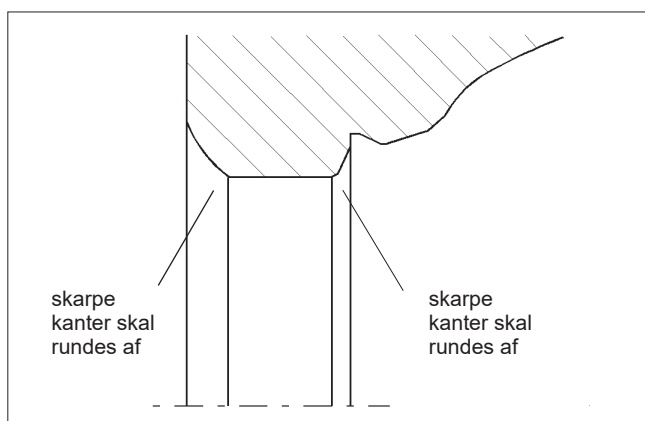
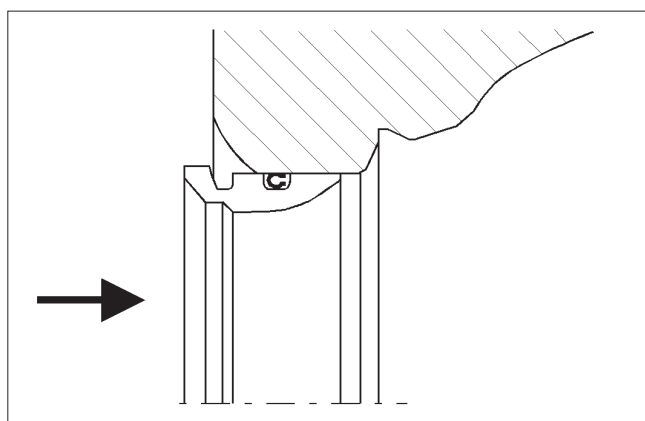

Fig. 25 Afrunding af de skarpe kanter
Fig. 26 Forkompression af kanttætningen
- Rengør flowporten, hvor sædet er placeret. Fjern eventuelle grater. Afrund kanterne med fint slibepapir og rengør flowporten omhyggeligt, se fig. 25. Placer bagpakningen (6) på sædet (4).
- Smør flowporten, sædet (4) og bagtætningen (6) og låsefjederen (5) med et flygtigt smøremiddel, f.eks. Hyprez.
- **Kun til en kanttætning:** Skub tætningen forsigtigt ind i flowporten og lad den sidde i ca. 15 minutter, fig. 26. Følgende arbejdsfaser skal afsluttes, før forkomprimeringen går tabt.